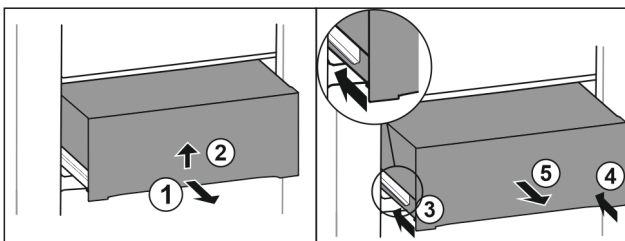

Fig. 40
- Lade er half uittrekken. Fig. 40 (1)
- Lade aan de onderkant optillen. Fig. 40 (2)
- Linker rail erin schuiven. Fig. 40 (3)
- Rechter rail erin schuiven. Fig. 40 (4)
- Lade naar voren toe verwijderen. Fig. 40 (5)